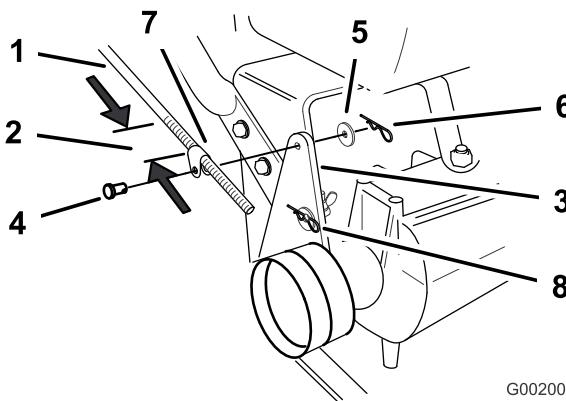

**Figura 8**
1. Instale las varillas de control en la barra de control superior y la barra de control de la cuchilla. Fije las varillas de control con 2 pasadores de horquilla (Figura 8).